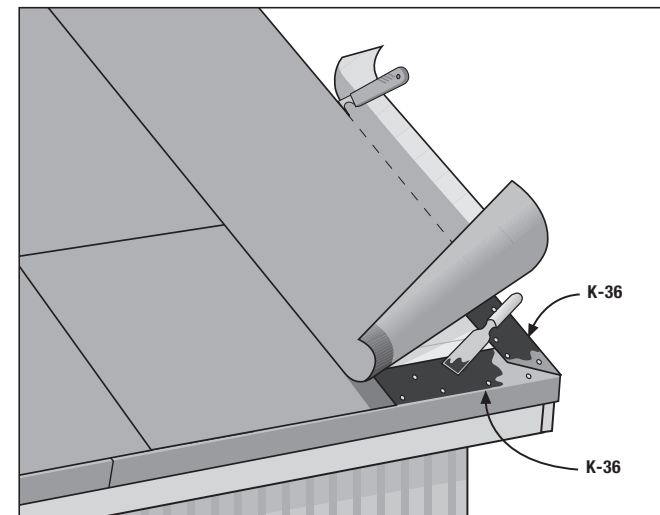
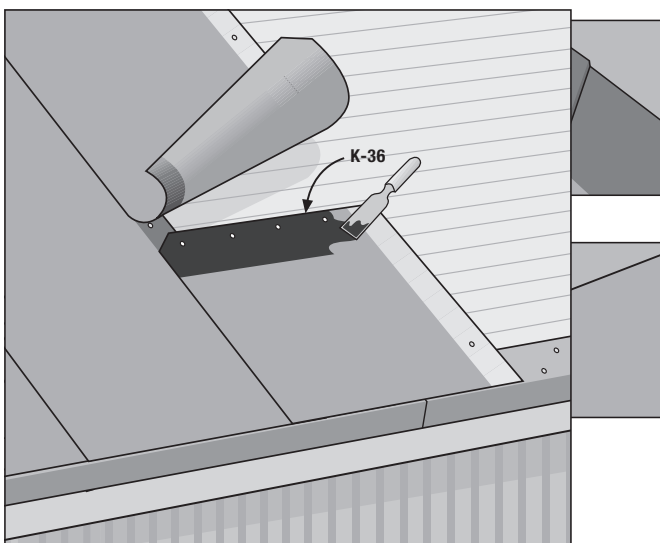
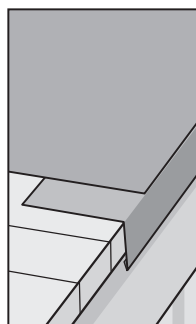
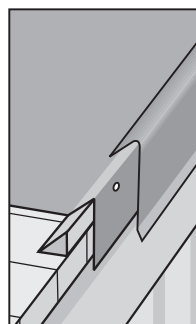

Bild 6
Bild 7
Bild 8a
Bild 8b
Den sista våden skärs längs med gavelkanten och klistras noga i fotplåten med Tätklister K-36 (**bild 6**). Om våden monteras i två delar (**bild 7**) ska den första biten fästas i takfoten och spikas fast i övre ändan på samma sätt som vidnocken. Den andra biten överlappas med 15 cm på den förra, spikas fast inocken och nedre ändan limmas på den undre ändan.
I lodrät montering gör man som i punkt 3.a (bild 6) då fotplåtar monteras på gavelkanten (bild 8a). Om gavelkanten höjs upp (bild 8b eller 8c) t.ex. med en trekantlist eller en snedskuren bräda ska våderns kanter gå över gavelkanten och nå 1–2 cm över brädläggningens undre kant som en s.k. översvåmningsvåd. Ovanpå monteras en separat takkantsplåt som ska bockas enligt måtten på förhöjningen och fästas med tätande takskruvur utanpå krönet eller i takkantens övre yta.
7. TopTites tvärskarvar görs med 15 cm överlappning (**bild 7**).